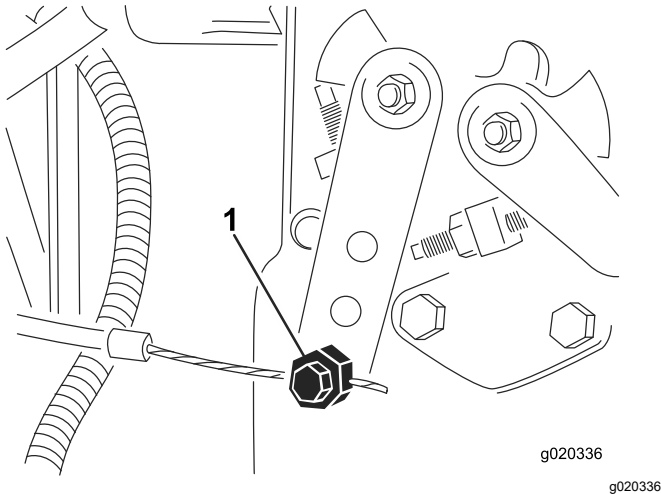

Figure 90
4. Desserrez le connecteur du câble d'accélérateur sur le bras du levier de la pompe d'injection (Figure 90).